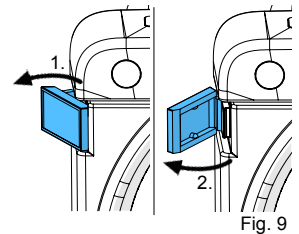

Fig. 9
- Abrir os fechos da porta (Fig. 9).
- Retirar a chave Allen (22) de seu suporte.
- Remover a tampa protetora (15).
- Desapertar o parafuso fixador (16) e remover o disco de corte.
- Encaixar um novo disco de corte nos pinos de travamento (17).
- Abrir os fechos (Fig. 9) e retirar a porta do recortador.
- Enroscar a ferramenta de desmontagem (11) no flange de suporte (23) até que este se solte do eixo.